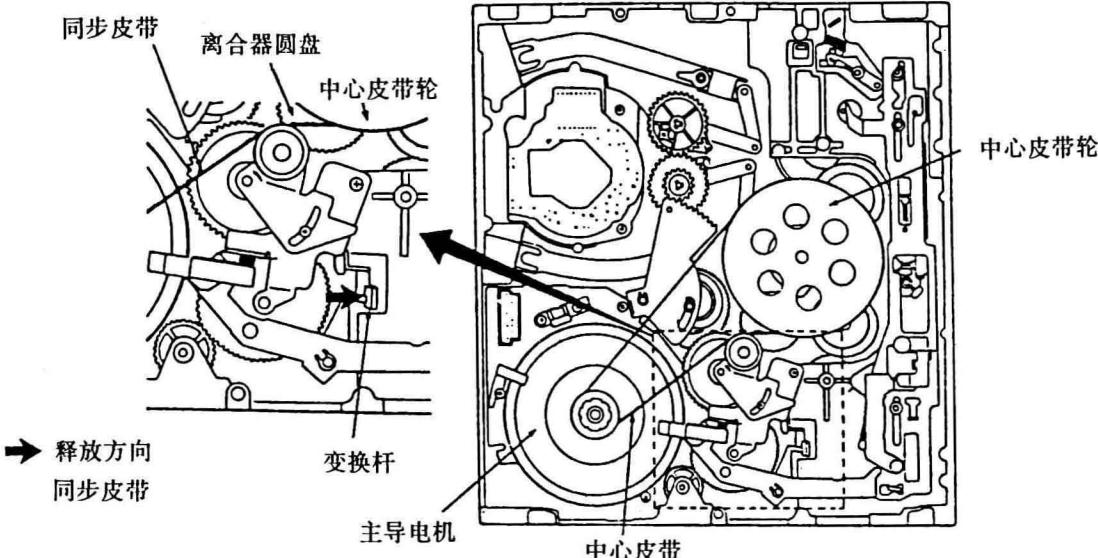
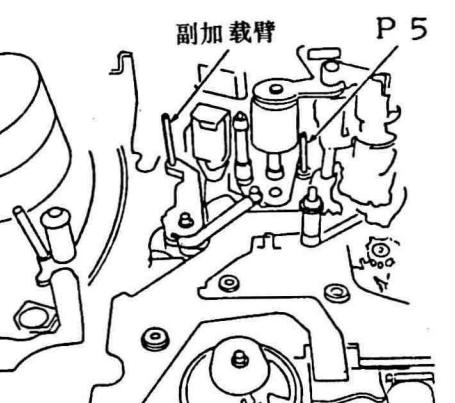

图31
图32
- ①切断主电源;
- ②按照图31中的箭头方向推动释放变换杆;
- ③逆时针方向转动主导电机,直到离合器圆盘锁定(转动一圈,离合器圆盘锁定一次);
- ④当离合器圆盘锁定时,再次释放变换杆;
- ⑤重复第②和第③步骤直到磁带盒弹出。
- ③按图31中所示箭头方向推动释放变换杆;
- ④顺时针方向转动主导电机,直到离合器圆盘锁定(转动一圈,离合器圆盘锁定一次);
- ⑤当离合器圆盘锁定时,再次释放变换杆;
- ⑥重复步骤④和步骤⑤,直到机构处于停机状态(半加载状态),如图32所示;(停机状态与快进和倒带状态一样,所以在停机状态转动主导电机时,供带盘和卷带盘依照转动方向转动);
- ⑦接通电源;
- ⑧现在,没有磁带盒仓但是任何操作都能完成。